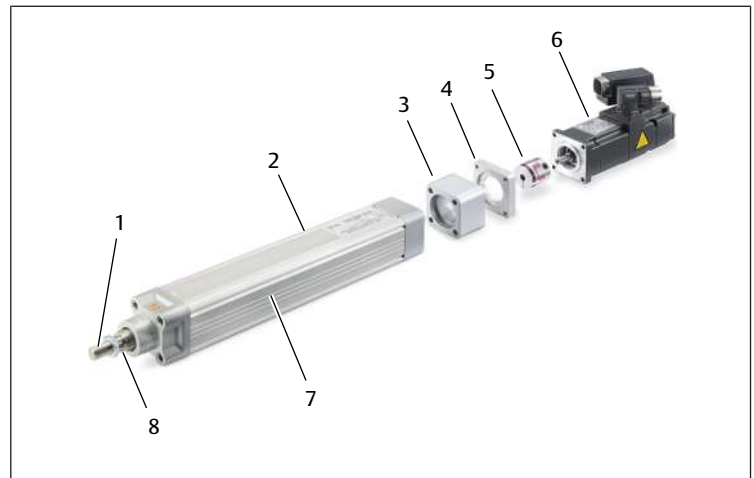

Fig. 2: Aperçu (tailles 32/40/63 mm)
- Pour tailles 32/40/63 mm. Voir → Fig. 2.